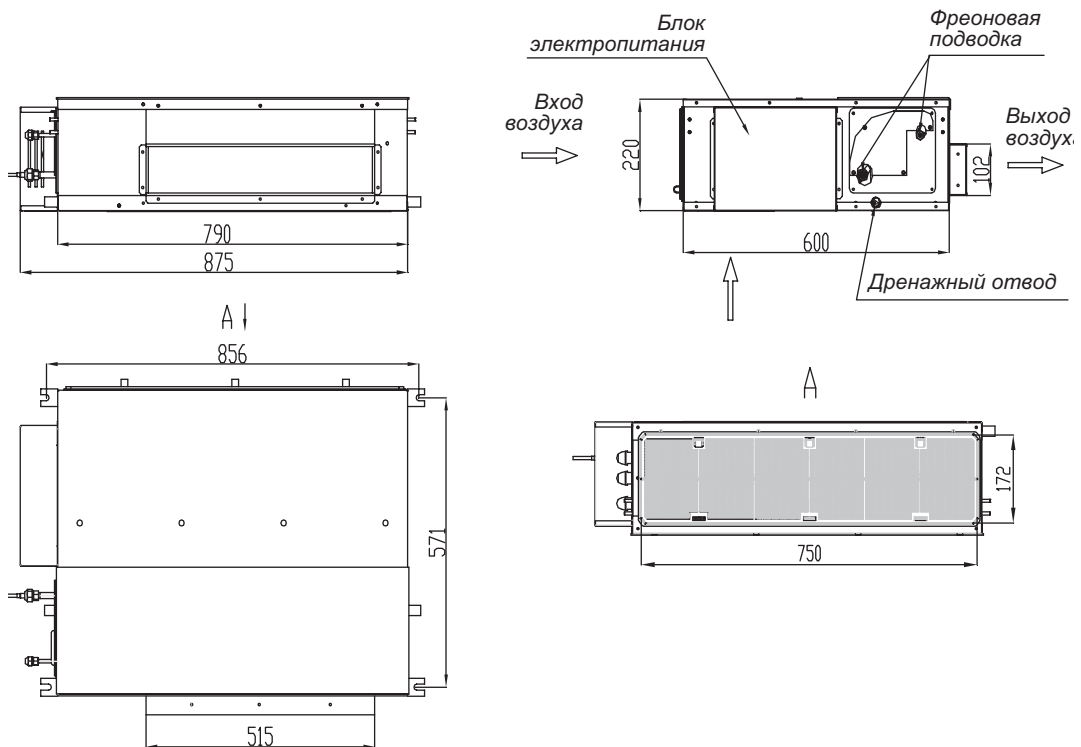

Рис. 9.6
9.2.4.1 Габаритные и установочные размеры внутренних блоков канального типа (рис. 9.6) моделей GMV-R22P/Na-K, GMV-R25P/Na-K, GMV-R28P/Na-K, GMV-R32P/Na-K, GMV-R36P/Na-K